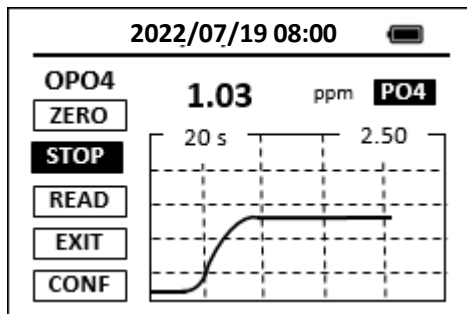

Figura 10. Concentración en función del tiempo
3. Vuelva a colocar el vial de muestra en su compartimento y pulse el botón temporizador **TMR1**. AP50MM comenzará a monitorizar la reacción entre el reactivo y la especie que se desea medir en la muestra de agua. La concentración se muestra en el gráfico en función del tiempo (Figura 10).